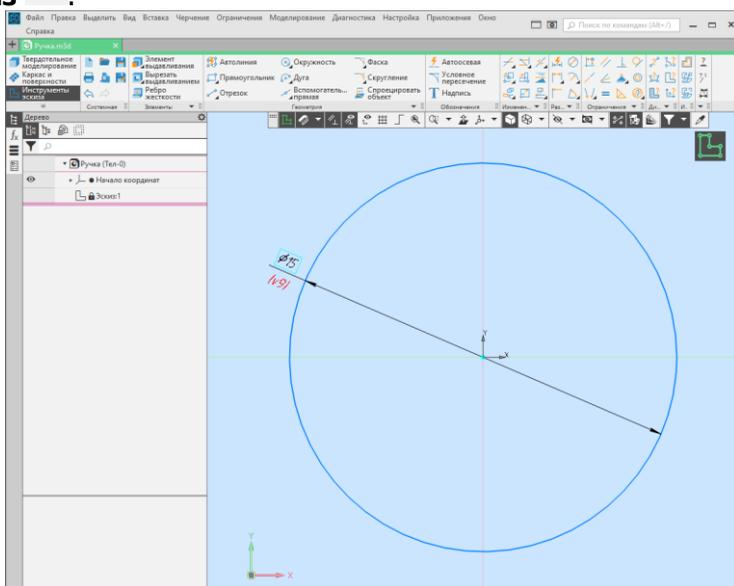

Рис. 26.
4. В плоскости XY строим эскиз-сечение, который представляет собой окружность с диаметром 15 мм (рис.26). Выключить